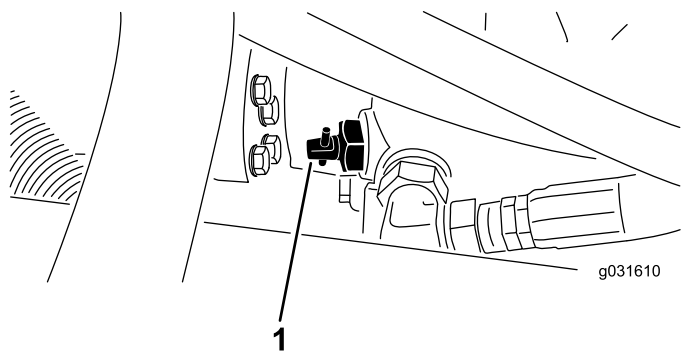

Figura 30
1. Localizați supapa de bypass de pe pompă (Figura 30) și slăbiți-o rotind-o cu 90° (¼ de tură).